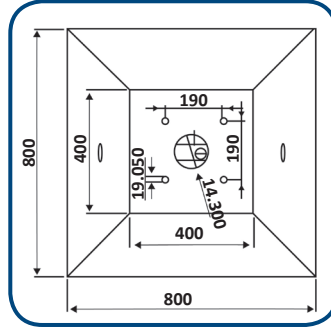

Figura 4. VISTA SUPERIOR.
3.1 Se sugiere que la zapata o base de poste reúna los siguientes requisitos: zapata de concreto con cuatro espárragos a una distancia de 19 cms. (7.5 pulgadas), los cuales por seguridad deberán ir colados a una profundidad de 40cms mínimo, como se muestra en la **Figura 4 y 5**. Si requiere mayor información puede solicitar la hoja de especificaciones de la zapata sugerida para el anclaje del poste para luminaria SAECSA.